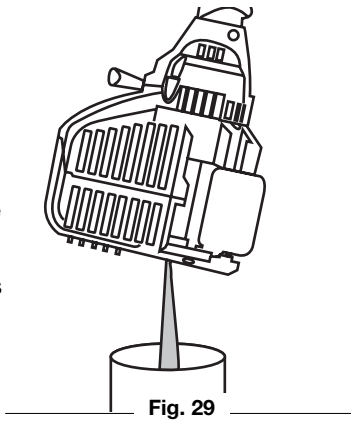

Fig. 29
3. Versez l'huile de l'orifice de remplissage dans un récipient en inclinant l'appareil à la verticale (Fig. 29). Allouez assez de temps pour une vidange complète.